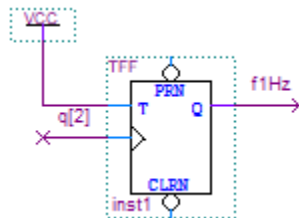

Figura 8 Circuito para obter a frequência de 1Hz
A partir da saída mais significativa do contador ligado à matriz de LEDs (contador do item 3.2) cuja frequência é de 2Hz, divida essa frequência por 2 utilizando um Flip Flop tipo T (componente TFF) em modo Toggle, como mostra a Figura 8